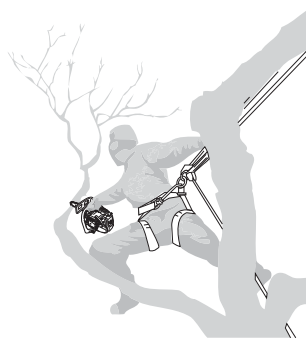

Fig. 51
- si l'appareil est utilisé en pleine extension, perpendiculairement au corps et à distance (Fig. 51).